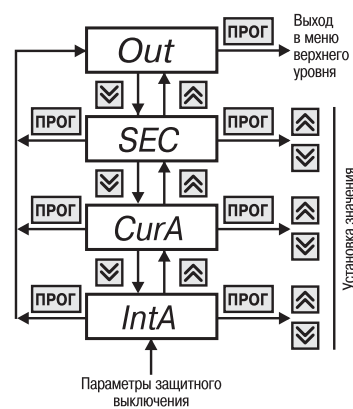

Рис. 17
6.2.2.6. **Группа «ALC»** предназначена для установки параметров защитного отключения (рис. 17). Код доступа для этой группы «_44».